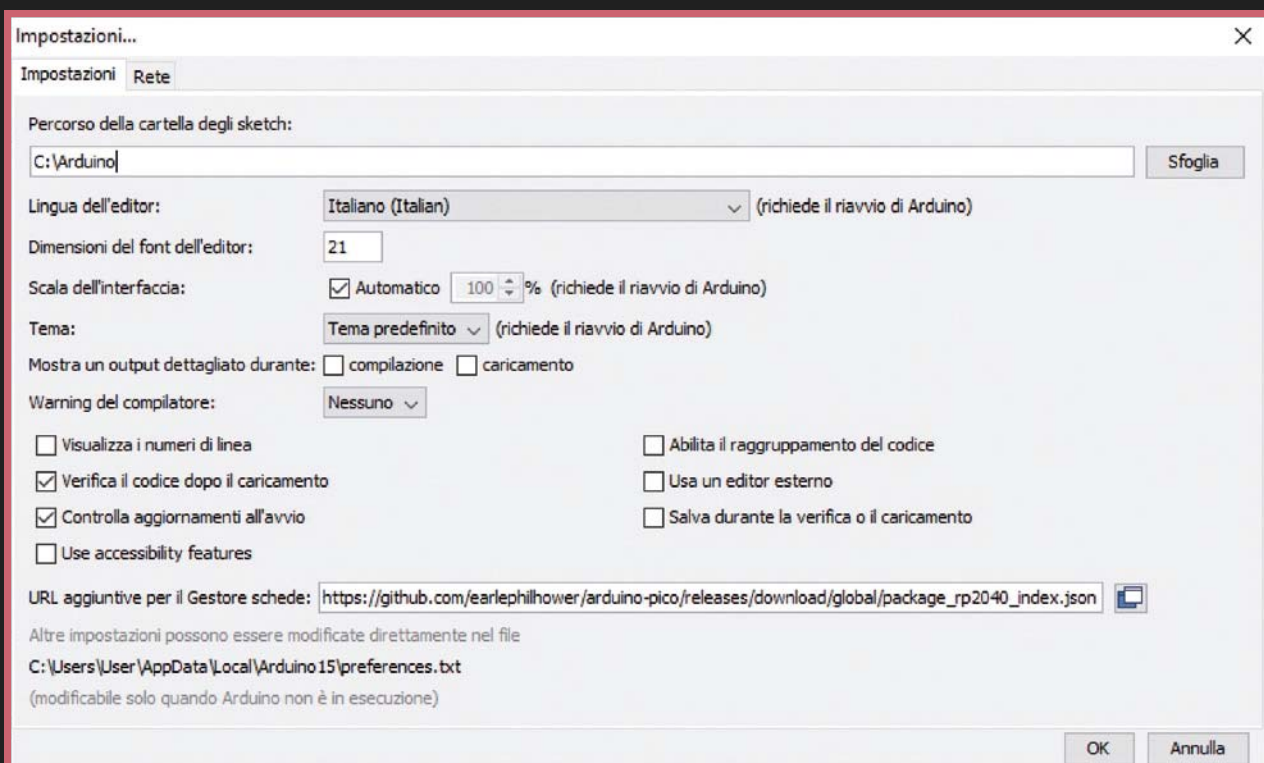

Fig. 13- Casella URL aggiuntivi per il Gestore schede.
1. Aprite l'IDE e andate in File > Impostazioni. Copiate e incollate il seguente link nella casella URL aggiuntivi per il Gestore schede (riferitevi alla Fig. 13): https://github.com/earlephilhower/arduino-pico/releases/download/global/package_rp2040_index.json.